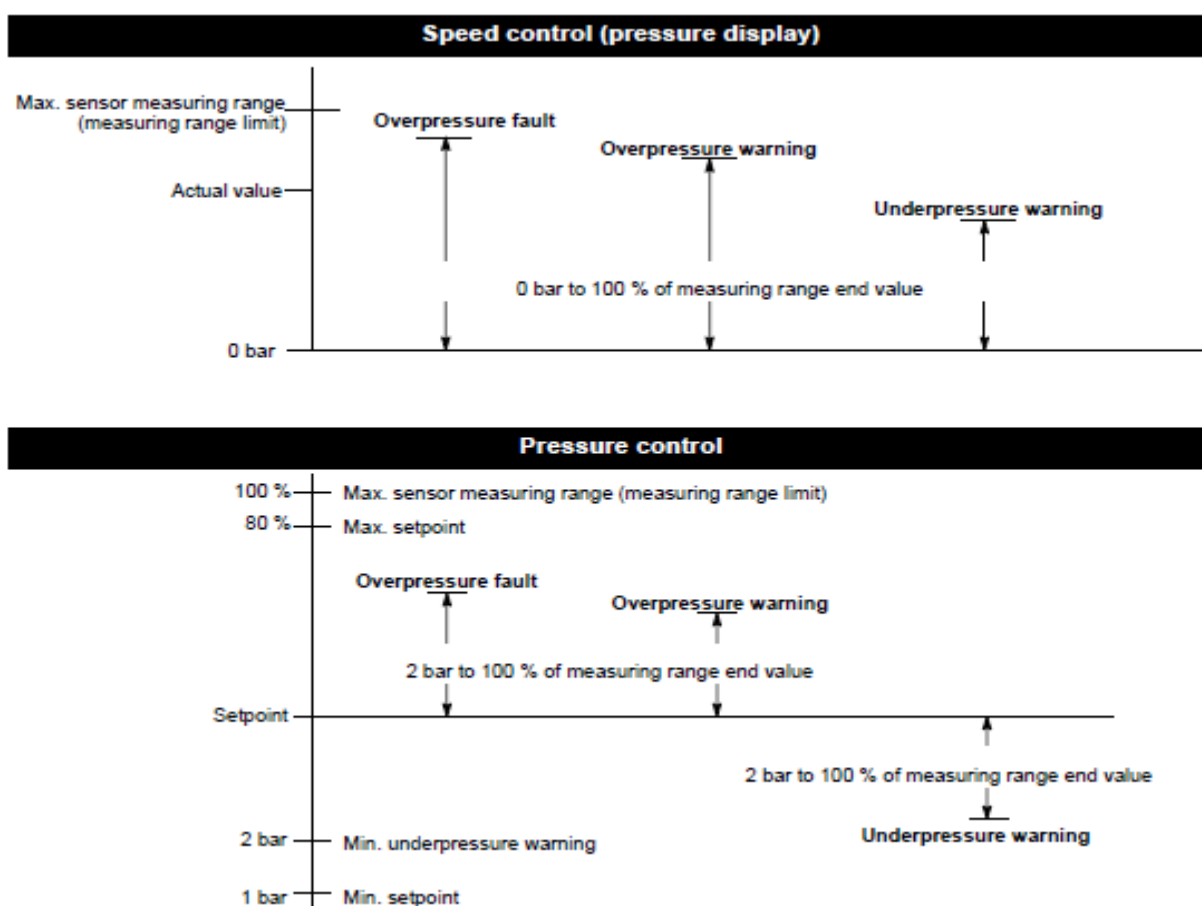

图 4-4
2. 触按显示栏，输入数值。按下列方式操作 (见图 4-4):